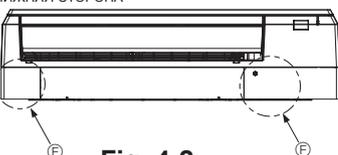

Fig. 4-2
4.2. Выбор расположения труб хладагента и дренажных труб (Fig. 4-2)
- Г Монтажная плита ①